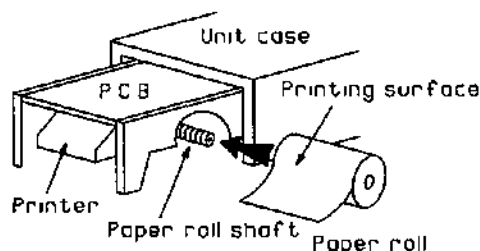

Рисунок 1
2. Наружная и внутренняя поверхности бумаги отличаются друг от друга. Печать производится на наружной поверхности. Установите рулон на ось (рис. 1).